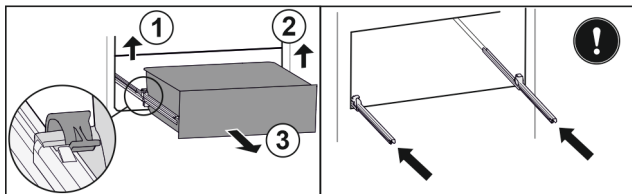

Fig. 102
- Podnieść lewy zacisk i wysunąć jednocześnie szufladę po lewej do przodu. Fig. 102 (1)
- Podnieść prawy zacisk i wysunąć jednocześnie szufladę po prawej do przodu. Fig. 102 (2)
- Wyjąć szufladę do przodu. Fig. 102 (3)